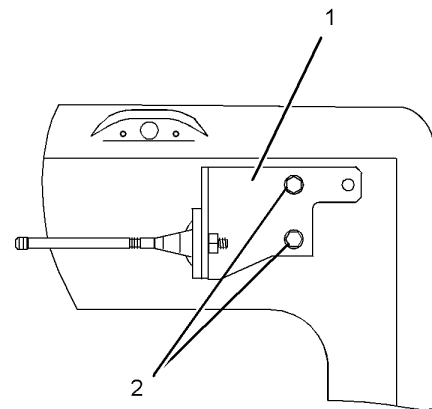

Ilustración 295
- b. Reinstale el soporte (1) con los pernos (2) que se encuentran en los dos orificios superiores del soporte. Consulte la ilustración 295.